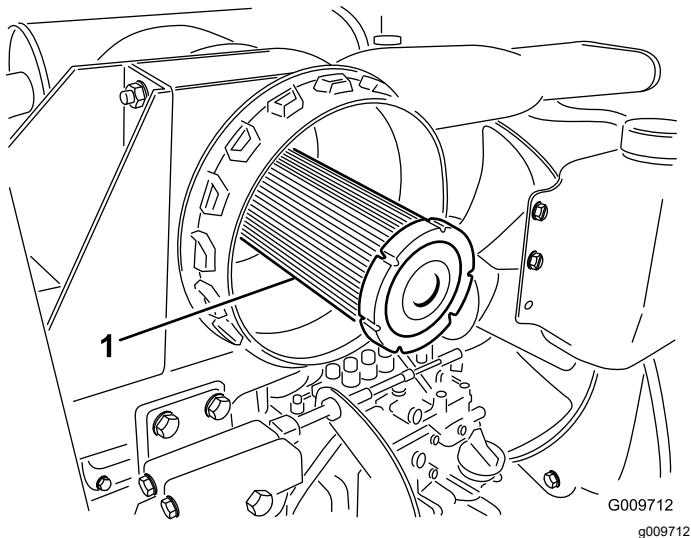

Bild 41
**Wichtig:** Versuchen Sie nie, den Sicherheitsfilter zu reinigen (Bild 41). Tauschen Sie den Sicherheitsfilter bei jeder dritten Wartung des Hauptluftfilters aus.